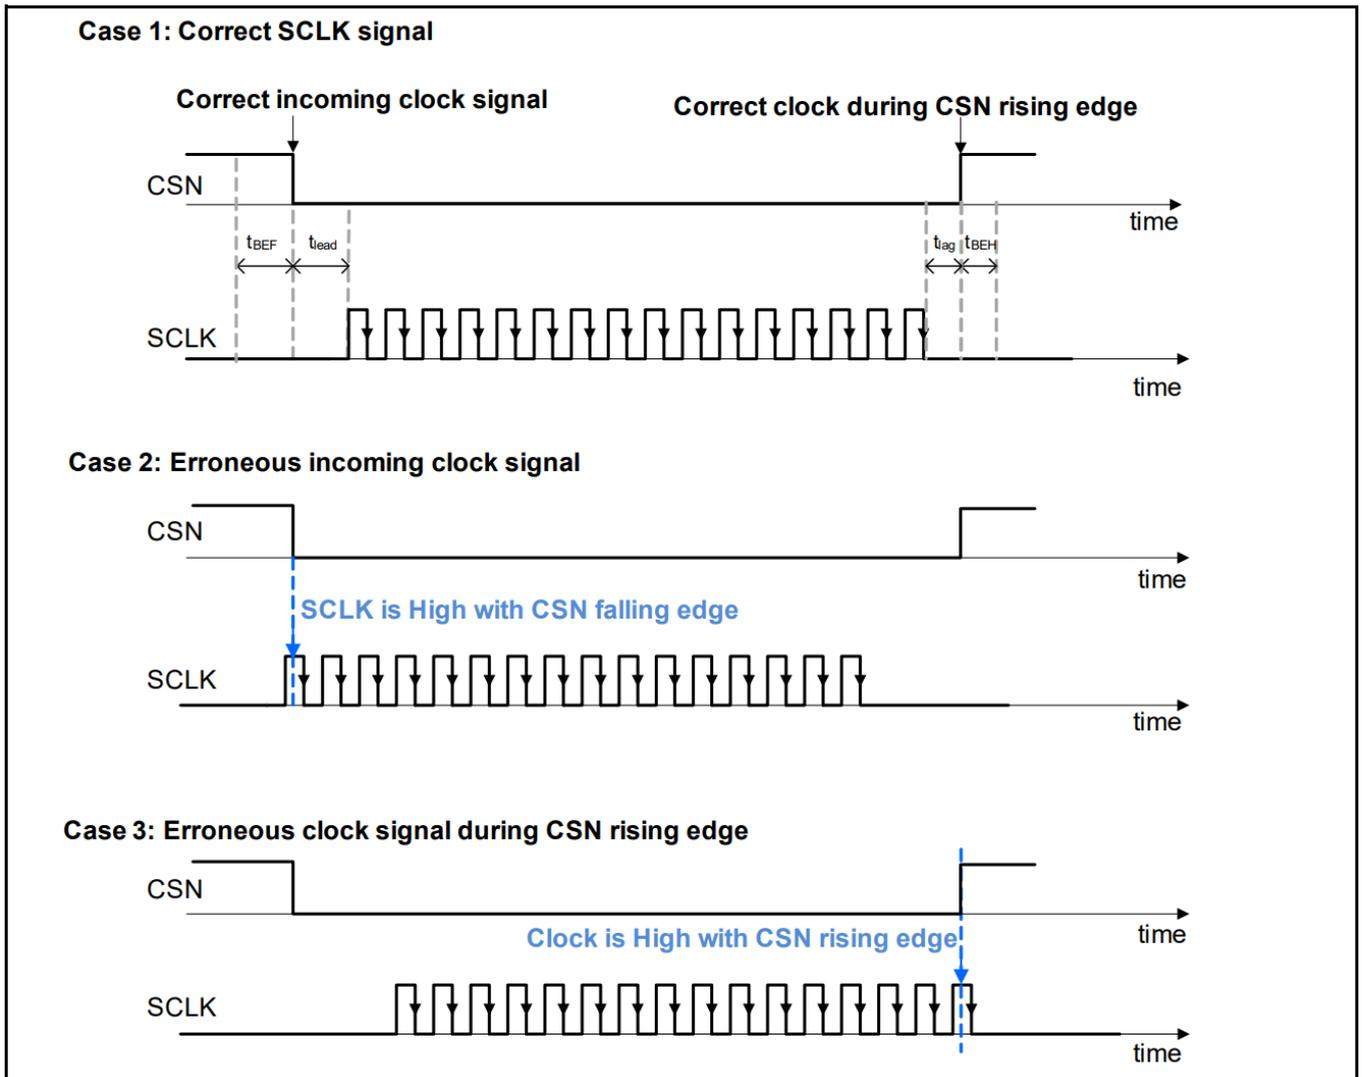

图 17 时钟极性错误
- 检测到时钟极性错误（见图 17 情况 2 和情况 3）：在 CSN 上升沿或下降沿期间，输入时钟信号为高。